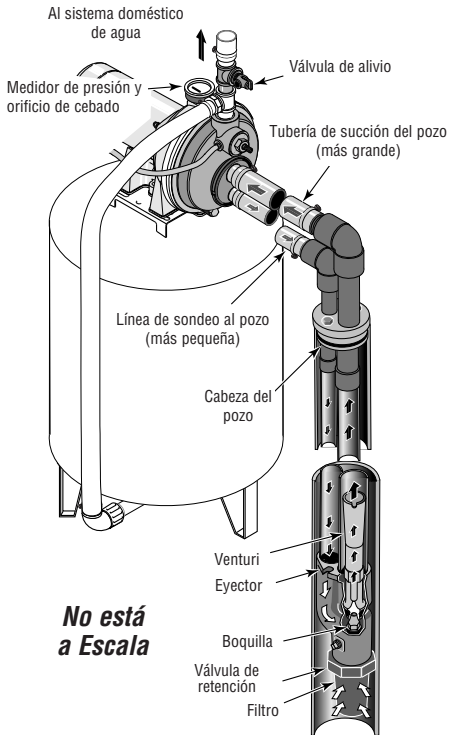

Figura 10: Pozos Profundos de 4" y Más Grandes
Pozo de 4" ó mas (Figura 10)
2. Instale el kit de eyector FP4800 (se vende por separado). Vea la Figura 10. Siga las instrucciones que vienen incluidas en el kit para ajustar la boquilla y el venturi a las condiciones de su pozo.